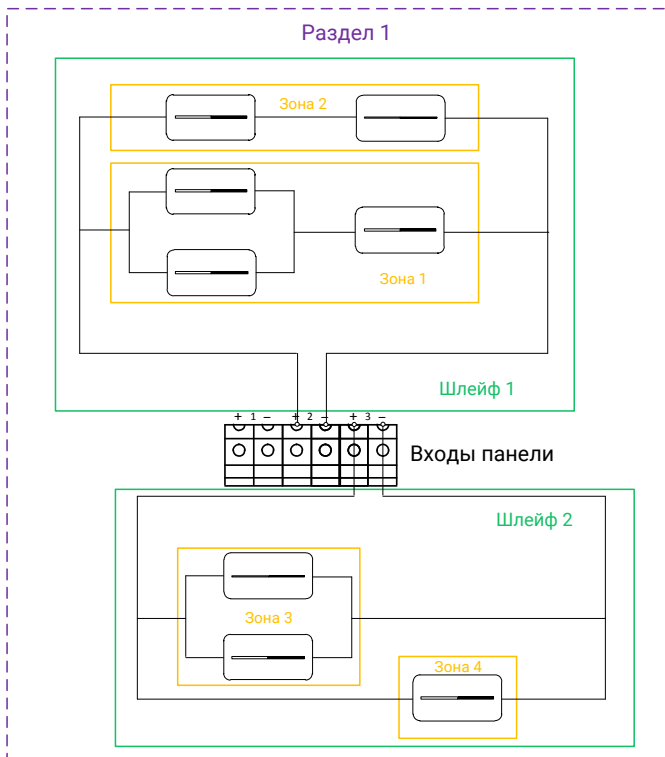

Рисунок 8. Пример формирования зон, шлейфов и разделов
- **Шлейф** - линия связи (провод), при помощи которой датчики подключаются к прибору. Шлейф может содержать одну и более зон (см. рис. 8).